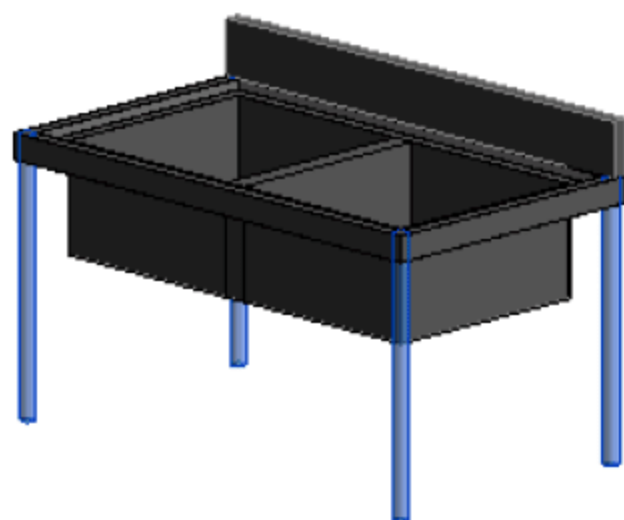

图 8.2.46 竖向支架效果图
(14) 编辑可见性并添加材质。首先，选中竖向支架图元，在“属性”面板中编辑“可见性/图形替换”选项，取消“平面/天花板平面视图”复选框的选择，单击“确定”按钮。其次，添加竖向支架的材质，选择“不锈钢”类型，单击“确定”按钮，如图 8.2.46 所示。